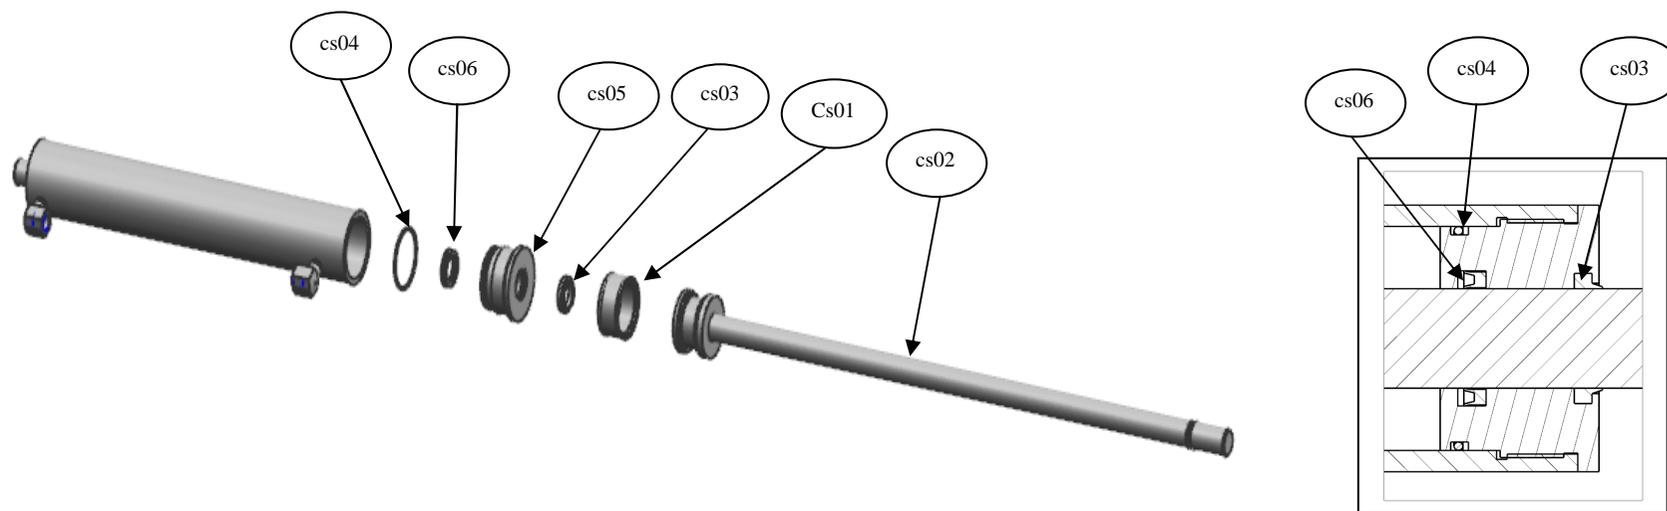

Fig.011
4.3.5 Sostituzione delle guarnizioni del cilindro spostamento forca (Fig.011)